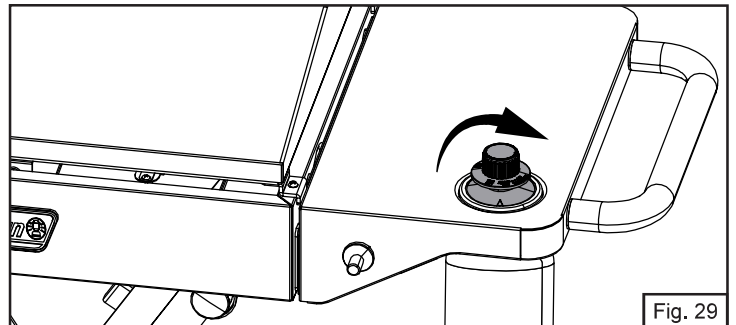

Fig. 29
1. Cierre las dos perillas de mando (Fig. 29).